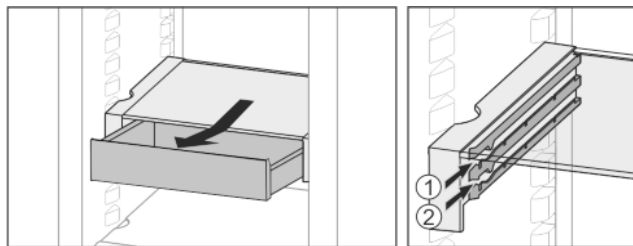

Fig. 23
- Skyv inn i ønsket høyde Fig. 23 (1) eller Fig. 23 (2).